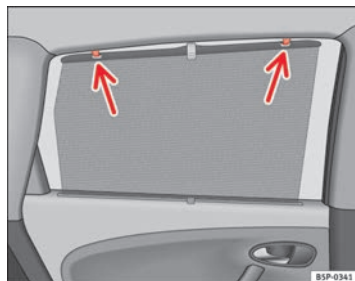

Abb. 84 Sonnenschutz-
- Ziehen Sie das Rollo aus und hängen es in den Haken am oberen Türrahmen ein ⇒ Abb. 84.